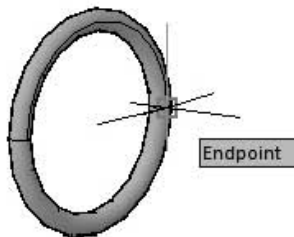

Рис. 12.39. Выбор второй точки на кольце
6. Укажите вторую точку с привязкой Конточка (Endpoint) — конечную точку верхней очерковой окружности кольца (рис. 12.39):